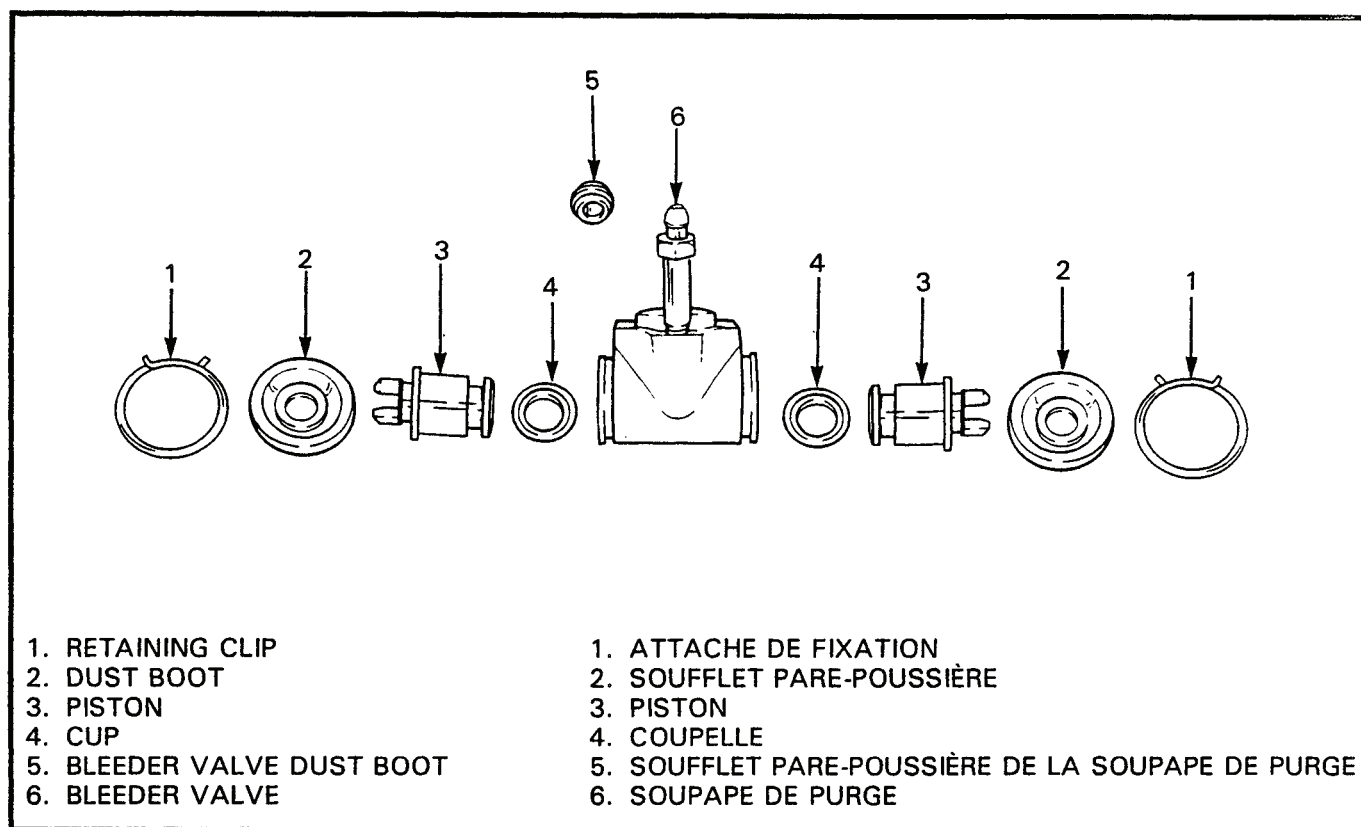

Figure 4-2-8 Components of Rear Wheel Cylinder
25. **Disassembly** — To disassemble, see Figure 4-2-8 and proceed as follows:
- Remove the retaining clip (1) from each cylinder dust boot (2).
- Remove the two pistons (3) from the cylinder and remove the dust boots from the pistons.
25. **Démontage** — Pour démonter les cylindres, voir figure 4-2-8, et procéder comme suit:
- Enlever l'attache de fixation (1) de chacun des soufflets pare-poussière des cylindres (2).
- Enlever les deux pistons (3) du cylindre, et enlever les soufflets pare-poussière des pistons.
27. **Assembly** — To assemble see Figure 4-2-8 and proceed as follows:
- a. Install a new cup (4) on each piston (3), ensuring the lip of the cup faces toward the inner end of the piston.
- c. Install new dust boots (2) over each end of the cylinder, ensuring the boot retaining clip lip is over the groove at the ends of the cylinder and the raised lip in the hole of the boot sits in the recessed portion of the piston push rod.
- b. Install a new bleeder valve (6) if necessary and connect the brake line to the cylinder at the rear of the backing plate.
27. **Assemblage** — Pour assembler les cylindres, voir figure 4-2-8 et procéder comme suit:
- a. Installer une nouvelle coupelle (4) sur chaque piston (3) en s'assurant de placer la lèvre vers l'intérieur du piston.
- c. Placer de nouveaux soufflets pare-poussière (2) sur chaque extrémité du cylindre en s'assurant de placer la lèvre de l'attache- de fixation du soufflet sur la rainure aux extrémités du cylindre, et que la lèvre relevée de l'orifice du soufflet repose dans l'échancrure de la tige-poussoir du piston.
- b. Installer une nouvelle soupape de purge (6) si requis, et relier la conduite de frein au cylindre à l'arrière du plateau de frein.